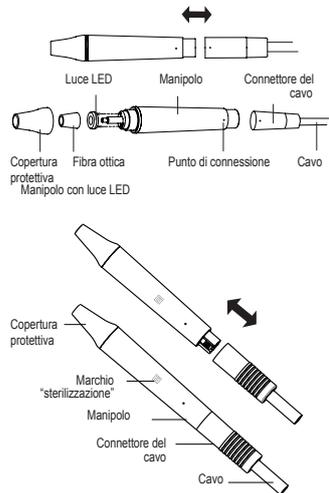

Figura 1
- 2.1.3 Assicurarsi che il punto di aggancio posteriore sia allineato allo spinotto, far aderire correttamente il manipo al cavo. (Vedi figura 1)
Lasciare raffreddare il manipo naturalmente prima di collegarlo la luce LED, la fibra ottica e il cappuccio del manipo nell'ordine mostrato nella figura 1 prima di riutilizzarlo per evitare ustioni.